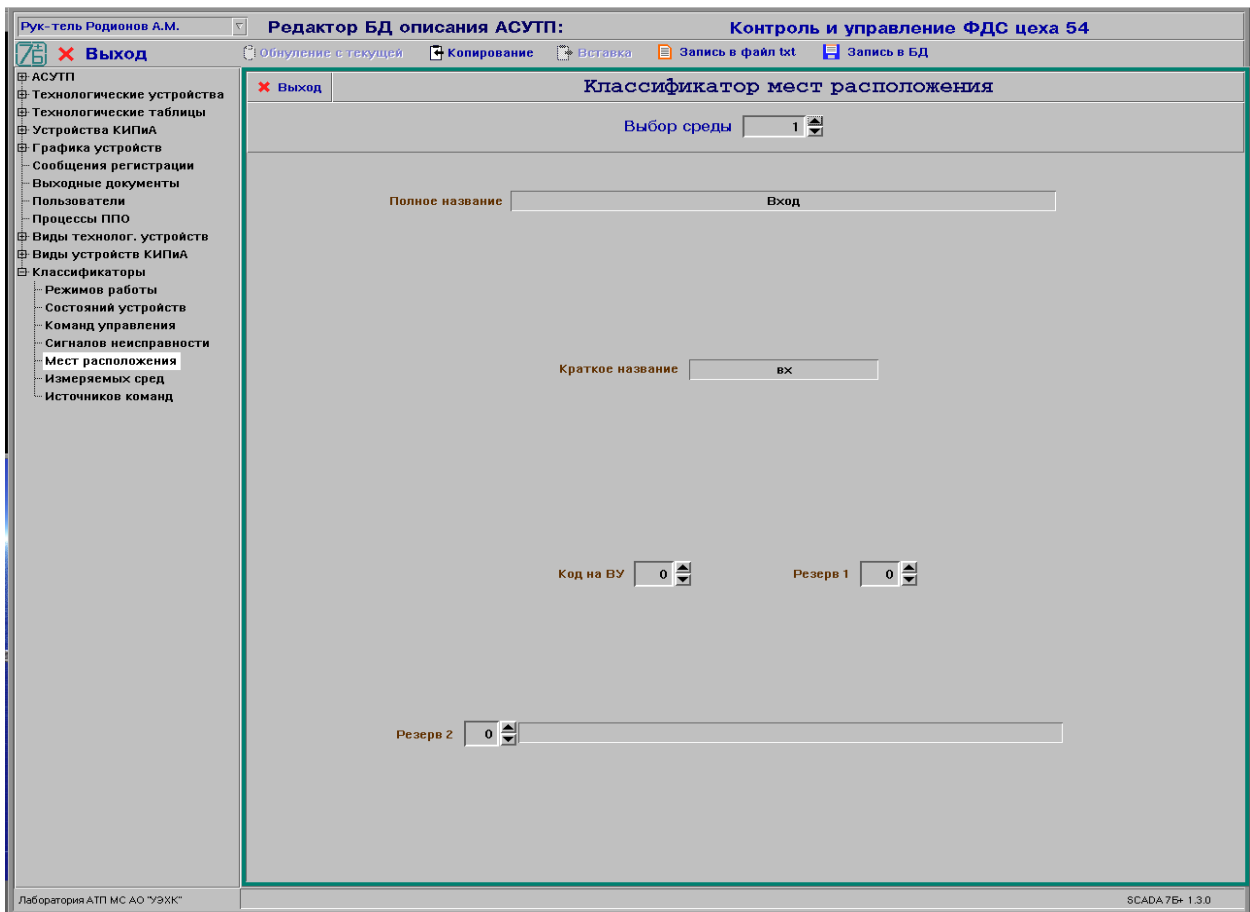

Рисунок 44 - Окно редактирования мест расположения устройств
8.22.6 В окне редактирования состояний устройств (см. рис. 44) дополнительно отображаются следующие параметры, записанные в БД, и которые может откорректировать пользователь: